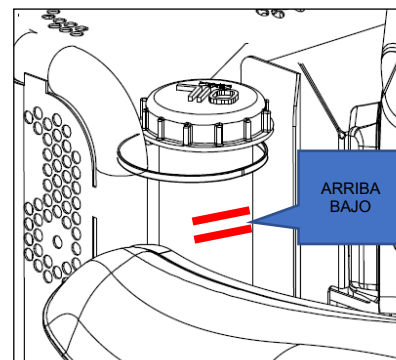

Figura 23
#### NIVEL DE ACEITE HST (FIGURA 23)
- De lo contrario, agregue aceite hasta alcanzar la marca "UP" en el tanque de aceite (Figura 23).